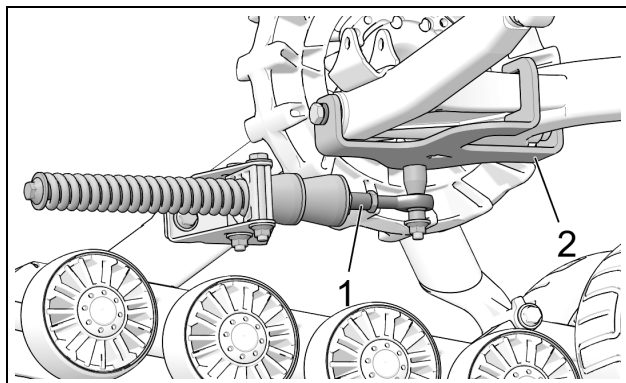

Figure 15
- Le bras stabilisateur (1) doit être fixé à l'ancrage arrière (2) installé sur le véhicule. Figure 15.